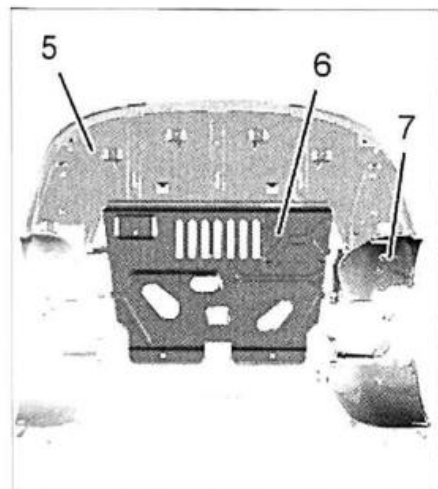

FIG. 2
- los soportes batería (1) y (2)
- Desmontar (fig. 2):
- la protección debajo del motor (6)
- el deflector debajo del motor (5)